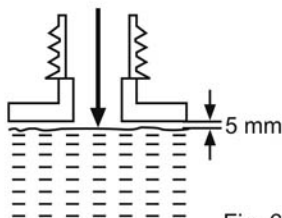

Fig. 6
- > Verser le mélange essence et huile bien mélangées dans le réservoir en utilisant un entonnoir à essence muni d'un filtre pour éviter de passer des débris dans le réservoir. Ne pas trop remplir. Laisser un espace d'au moins 5 mm entre la surface du carburant et le bord interne du réservoir [11] pour permettre l'expansion (Fig. 6).